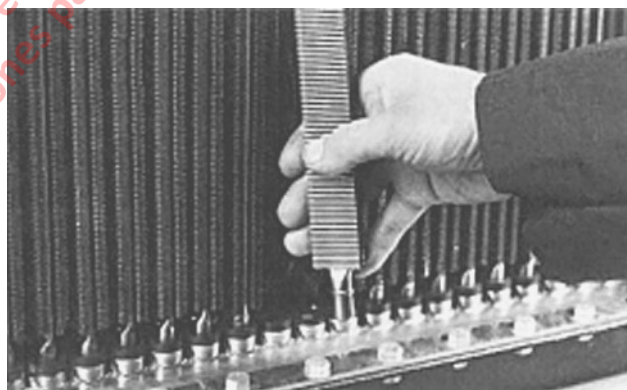

FIGURA 3-8. INCLINACIÓN DEL TUBO DURANTE EL DESMONTAJE
3. Tire el tubo desde el sello superior mientras tuerce el tubo. Incline el tubo solo lo suficiente para alejarlo del radiador. Consulte la Figura 3-8. Si extrae el tubo demasiado inclinado, es probable que lo dañe.